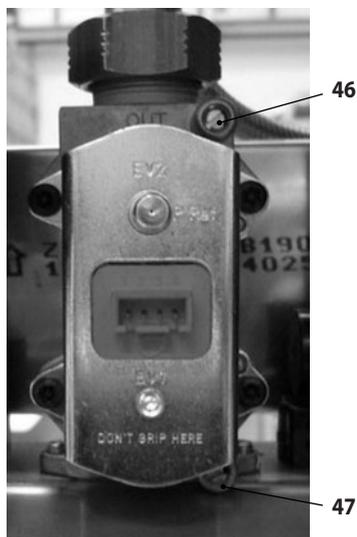

Figura 7.1
A caldaia spenta (fuori servizio), controllare la pressione di alimentazione utilizzando la presa 47 in Figura 7.1 e confrontare il valore letto con quelli riportati nella tabella Pressioni di alimentazione gas nella sezione "Dati tecnici M291.24CM/..." a pag. 24, "Dati tecnici M291.28CM/..." a pag. 27 e "Dati tecnici M291.32CM/..." a pag. 30.
- Richiudere bene la presa di pressione 47 in Figura 7.1.
- Aprire la presa di pressione 46 in Figura 7.1 e collegare un manometro.